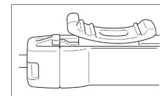

Abbildung 9: Schieber erreicht distalen Anschlag
- o Die Vorrichtung hat einen distalen Anschlag für den Absaugchieber. Wenn der Schieber den distalen Anschlag erreicht hat, bleibt der Sprühkopf frei und die Spülung kann weiterhin durchgeführt werden (Abbildung 9).